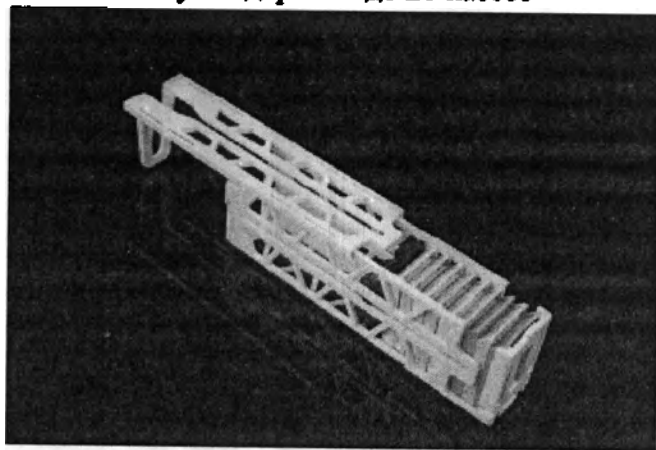

Рисунок 3G
3. Закройте крышку обоймы (рис. 3G).